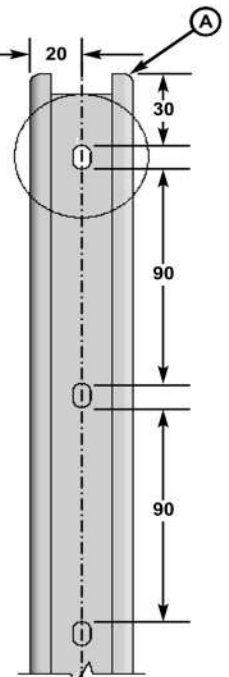

Fig. 20
- Un agujero en el travesaño superior **B** (Fig. 20).